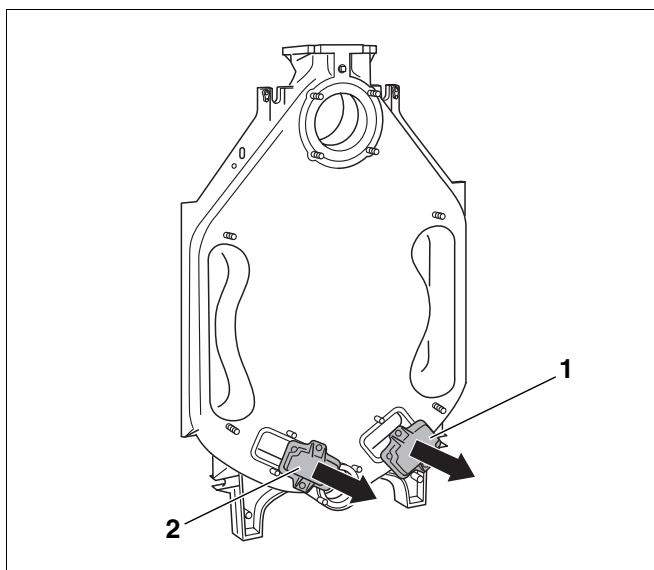

Fig. 10 Demontarea capacelor de pe gurile de curățare
- Se deșurubează capacele de curățare de pe elementul posterior (fig. 10, **poz. 1** și **2**).